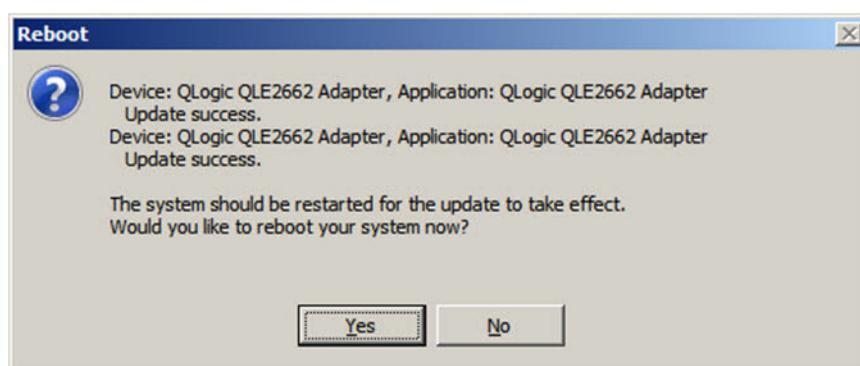

図 3-4. インストールの結果
- 完了すると、インストーラがインストールの結果を表示します（図 3-4）。**Yes**（はい）をクリックして再起動を選択します。